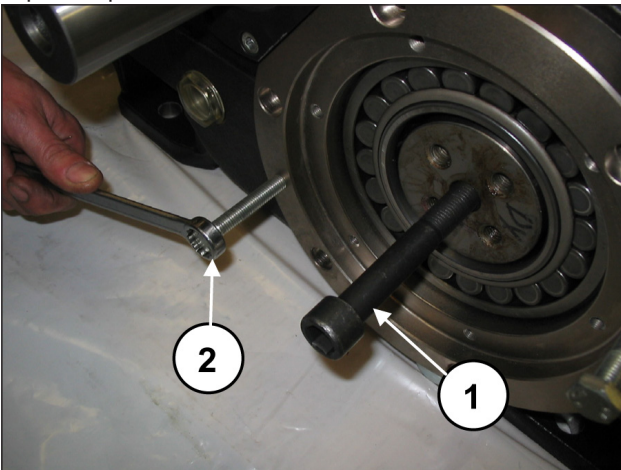
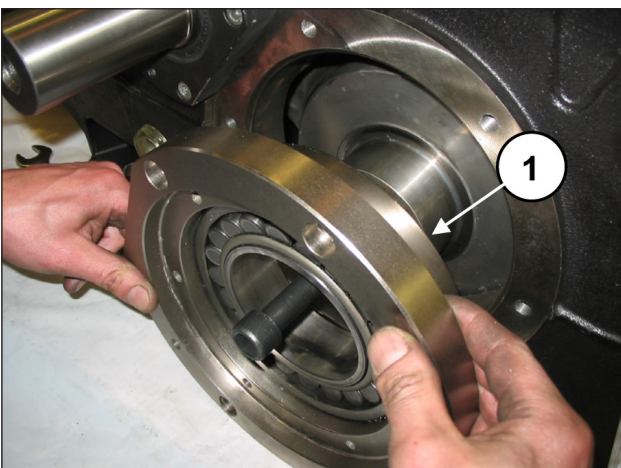

Fig. 23
Fig. 24
Poser un axe fileté M16 sur une extrémité du vilebrequin (rep. ①, Fig. 23), soulever ce dernier et extraire le couvercle du support de coussinet avec le joint torique (rep. ①, Fig. 24). Pour faciliter le démontage, utiliser 2 goujons ou vis M10 (rep. ②, Fig. 23) faisant office d'extracteurs. Répéter l'opération de l'autre côté.